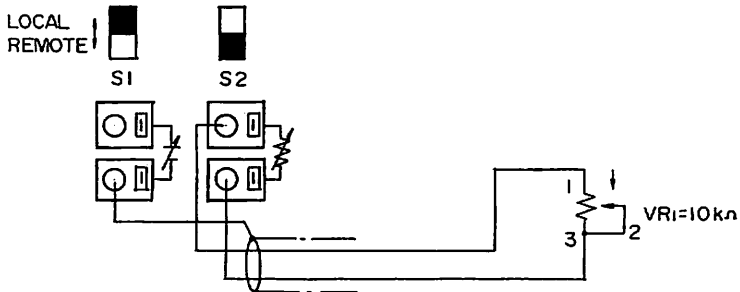

図10
- 2)背面CV. REMOTEのS2スイッチをREMOTEにセットし、図10のように外部抵抗器VR1=10kΩを接続します。
- ・VR 1の接続は2芯シールドを使用し, 外被シールドは図10のように接続してください。